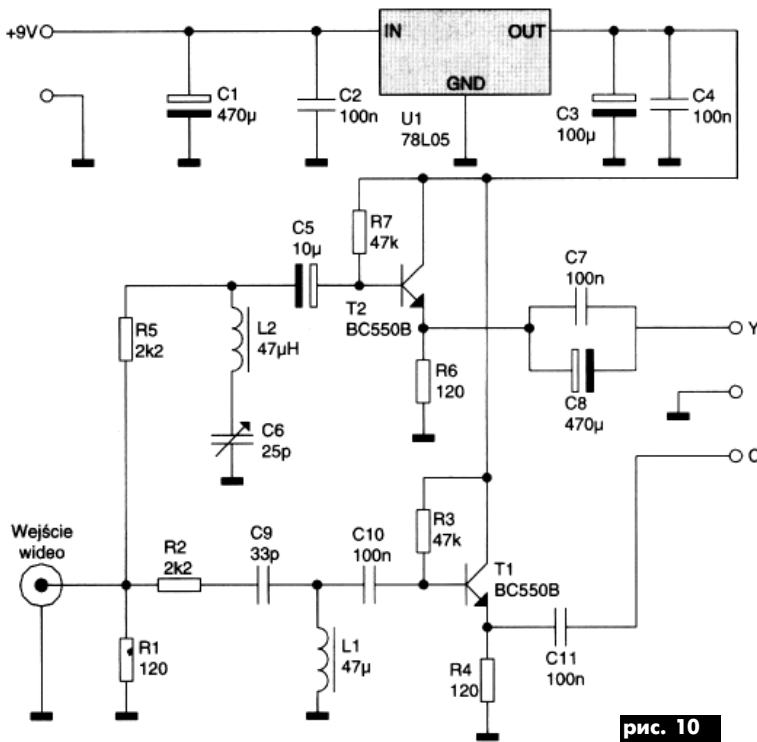
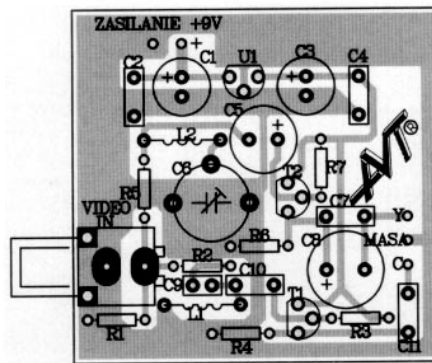

рис. 10
рис. 11
“Конвертер сигналов VHS в SVHS” К. Горского (“Elektronika praktyczna”, 8/2002, с.39) при помощи двух фильтров (C9, L1 и C6, L2) преобразует входной видеосигнал на два: один несет информацию о цвете (С), а второй этой информации полностью лишен (Y). После раздвоения сигнал поступает на усилитель (T1, T2) и на выход конвертера (рис.10). Печатная плата устройства представлена на рис.11.